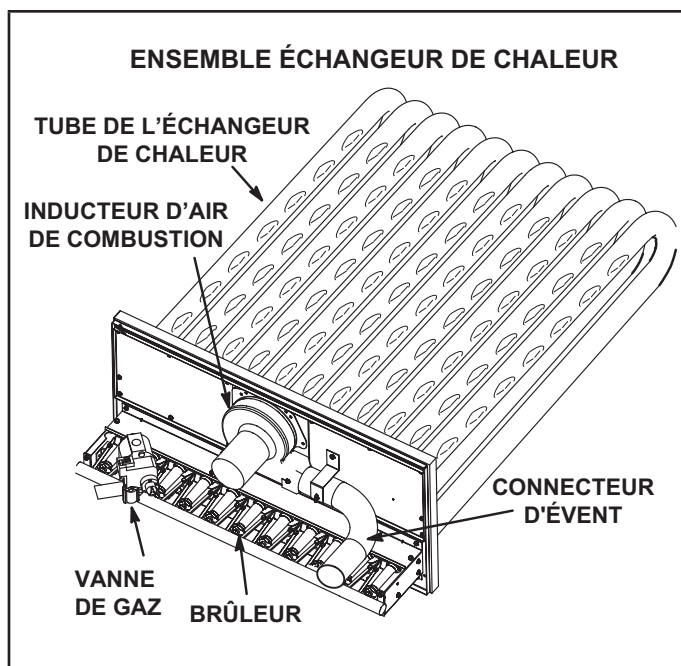

FIGURE 39
- 3 - Retirez et conservez les vis fixant l'inducteur d'air de combustion sur la boîte à fumée. Retirez et conservez les deux vis de fixation de la patte supportant le connecteur d'évacuation. Reportez-vous à la FIGURE 39.